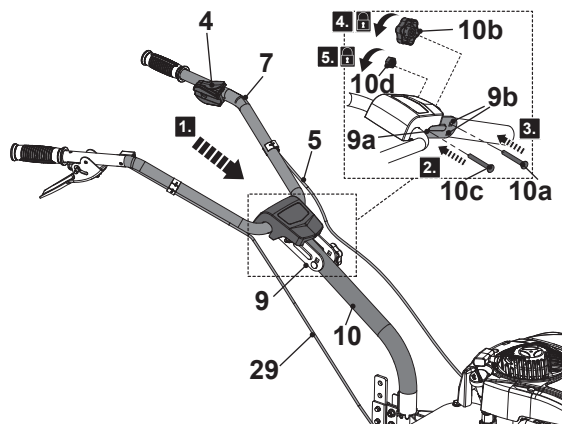

Fig. 5
2. Mantenga la parte superior del manillar (7) con la palanca del acelerador (4) mirando hacia adelante y después coloque el soporte con forma de U (9) en la zona alta de la parte inferior del manillar (10) (fig. 5, paso 1).
3. Asegúrese de que el cable del acelerador (5) y el cable del embrague (29) pasan por la parte alta de las barras del manillar (7, 10).
4. Alinee los agujeros de montaje (9a) del soporte con forma de U (9) con los de la parte inferior del manillar (10) y, a continuación, pase el tornillo de bloqueo (10c) por los agujeros de montaje del extremo (fig. 5, paso 2).
6. Ponga la parte superior del manillar (7) en la posición alta o baja, alinee los orificios de posicionamiento (9b) del soporte con forma de U (9) con los de la parte inferior del manillar (10) y, a continuación, pase el tornillo de posicionamiento (10a) por los orificios de posicionamiento del extremo (fig. 5, paso 3).
**NOTA:** Hay dos posiciones de altura para el manillar en la parte superior del manillar (7). No use el producto con la parte superior del manillar (7) ajustada en una posición distinta o intermedia.
7. Enrosque la perilla (10b) en el tornillo de posicionamiento (10a) girando en el sentido de las agujas del reloj y apriétela (fig. 5, paso 4).
8. Apriete la tuerca (10d) en la rosca del tornillo de bloqueo (10c) para fijar la posición de la parte superior del manillar (7). (fig. 5, paso 5).